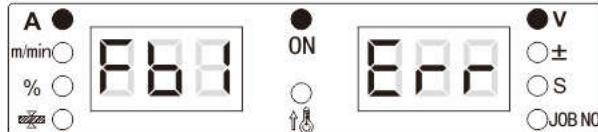

Рисунок 3-28. Отображение функции запроса ошибок FB1 на цифровых дисплеях
- Поворотом регулятора панели управления установите выбор функции FB1 (см. Рисунок 3-28).